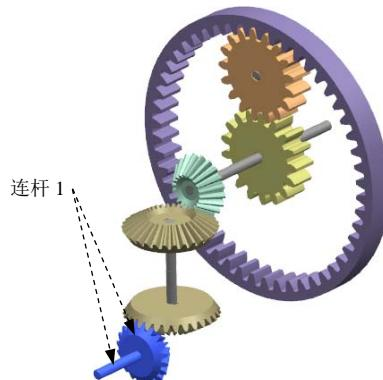

图 5.5.2 定义连杆 1
Step5. 定义连杆 1。选择下拉菜单 → 命令，系统弹出“连杆”对话框；选取图 5.5.2 所示的轴 1 和小锥齿轮 1 为连杆 1；在 **质量属性选项** 下拉列表中选择 **自动** 选项；在 **设置** 区域中取消选中  **固定连杆** 复选框；在 **名称** 文本框中采用默认的连杆名称“L001”；单击 **应用** 按钮，完成固定连杆 1 的定义。